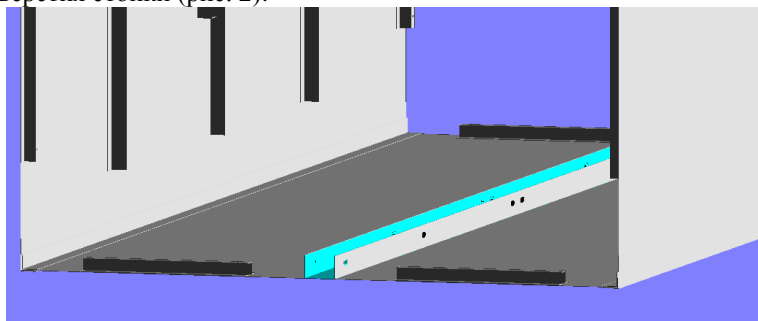

Рис. 2
3. Между задними стенками вставляется задняя стойка и закрепляется четырьмя саморезами по два в верхние и в нижние отверстия стойки (рис. 2).